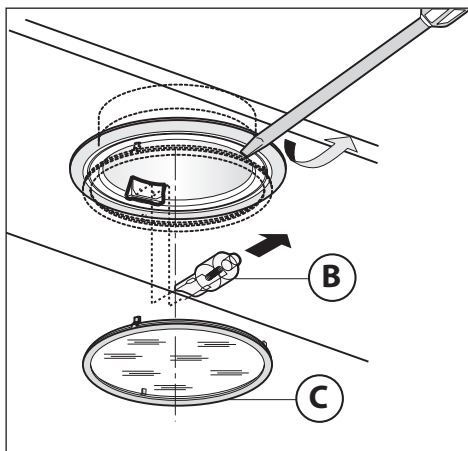

Fig.17
• Sostituzione delle lampade alogene (Fig.17):